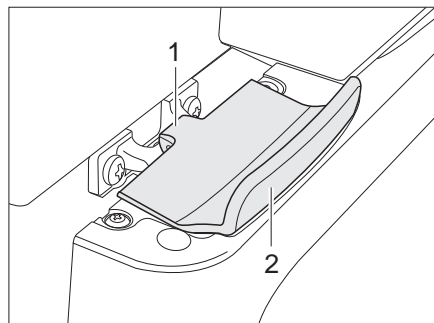

Bild 234 Verriegelung der Kühlschranktür, geschlossen (Thetford)
- Öffnen: ■ Kühlschranktür am Griff (Bild 234,2) öffnen. Die Verriegelung (Bild 234,1) wird automatisch gelöst.